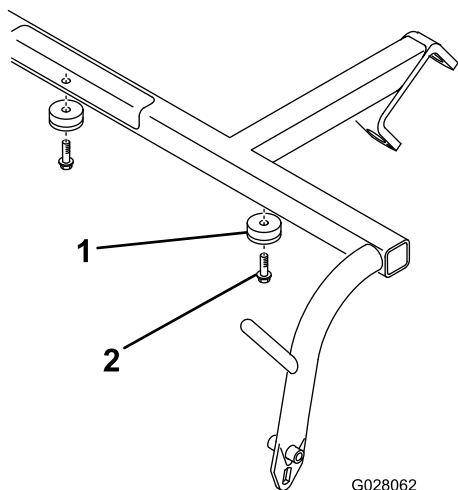

Figura 3
2. Montate i 2 paraurti incassati sul lato inferiore di ciascun tubo incrociato del braccio di trazione con 2 viti autofilettanti a testa piana (Figura 3).
- A. Rimuovete le viti, o i dadi se presenti, che fissano le estremità esterne di ciascun albero del rullo antistrappo a ciascuna estremità del telaio portante (solo estremità esterna degli alberi); fate riferimento alla Figura 3.